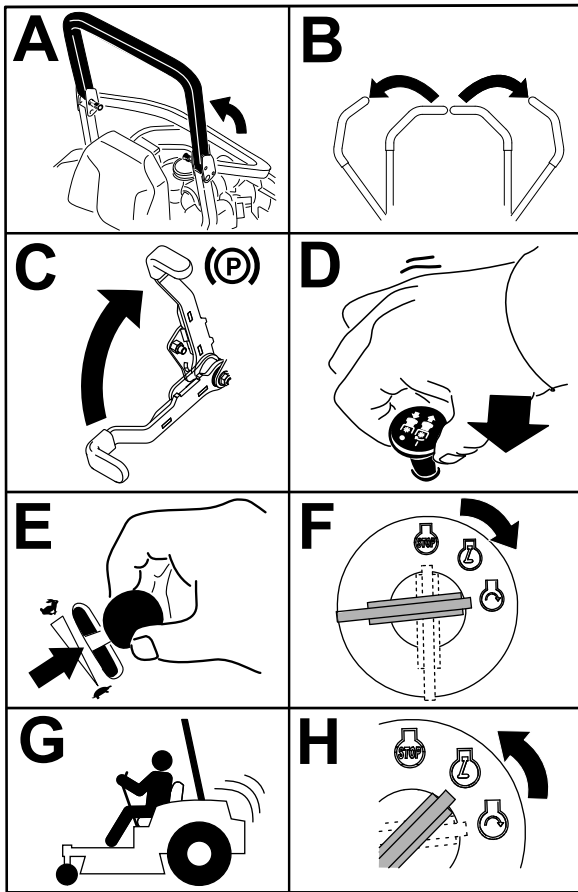

Figura 22
4. Mueva el mando de control de las cuchillas (TDF) a la posición de DESENGRANADO (Figura 22).